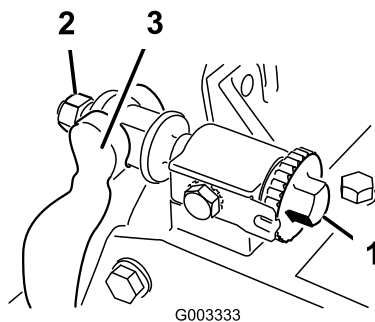

Figure 57
1. Tournez la vis de réglage de la barre d'appui dans le sens anti-horaire pour éloigner la contre-lame du cylindre (Figure 57).